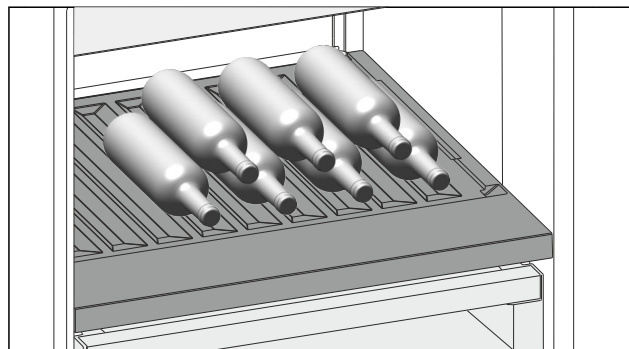

Fig. 131
- Inserire le bottiglie con il fondo rivolto verso la parte posteriore. (vedere Fig. 131)